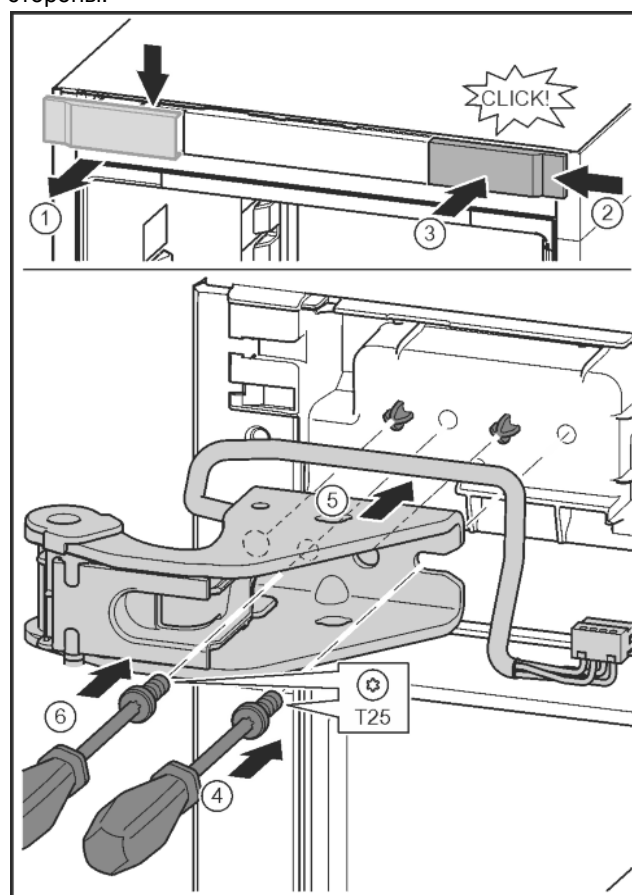

Fig. 28
- ▶ Отпустить крышку и снять сбoku. Fig. 28 (1)
- ▶ Навесить крышку, повернув ее на 180°, справа с другой стороны. Fig. 28 (2)
- ▶ Крышку зафиксировать. *Fig. 28 (3)*
- ▶ Установить винт отверткой T25. *Fig. 28 (4)*
- ▶ Установить верхний опорный кронштейн. *Fig. 28 (5)*
- ▶ Затянуть винт. *Fig. 28 (4)*
- ▶ Вставить и затянуть винт отверткой T25. *Fig. 28 (6)*